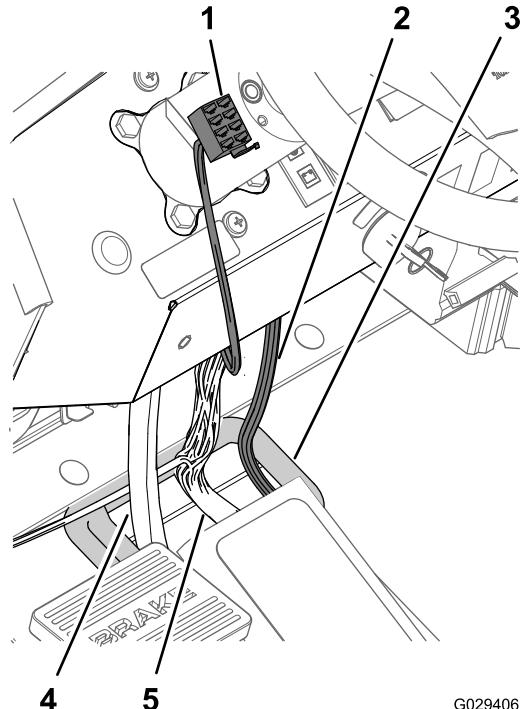

Figure 15
4. Acheminez le connecteur à 8 douilles au bout de la branche tableau de bord de 240 cm en travers du tableau de bord et vers la gauche de la colonne de direction (Figure 15).